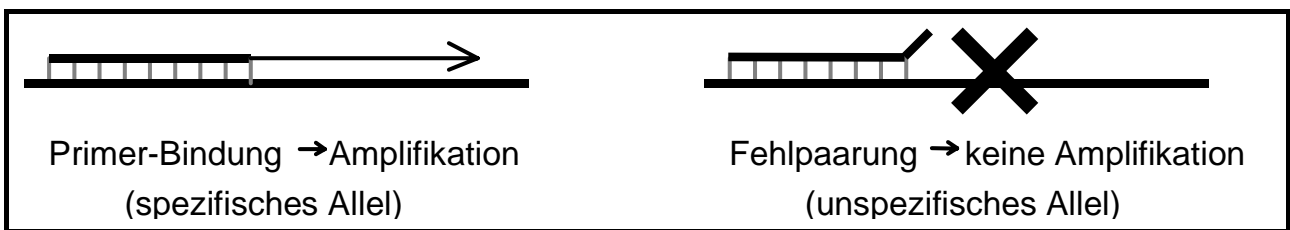

Abb. 1: Prinzip der SSP-PCR
Ausgangsmaterial für die Typisierung mit **HISTO TYPE B\*27 high** ist gereinigte, leukozytäre DNA. Die Testdurchführung basiert auf der **Sequence Specific Primer (SSP)** ① PCR (siehe Abb. 1) [2,3]. Diese Methode nutzt die Tatsache, daß für eine erfolgreiche Reaktion beide Primer, speziell am sogenannten 3'-Ende, keine Fehlpaarungen aufweisen dürfen. Somit führt nur eine vollständige Übereinstimmung der Primer mit der Zielsequenz zu einem Amplifikat, welches durch eine anschließende Gelelektrophorese sichtbar gemacht wird.